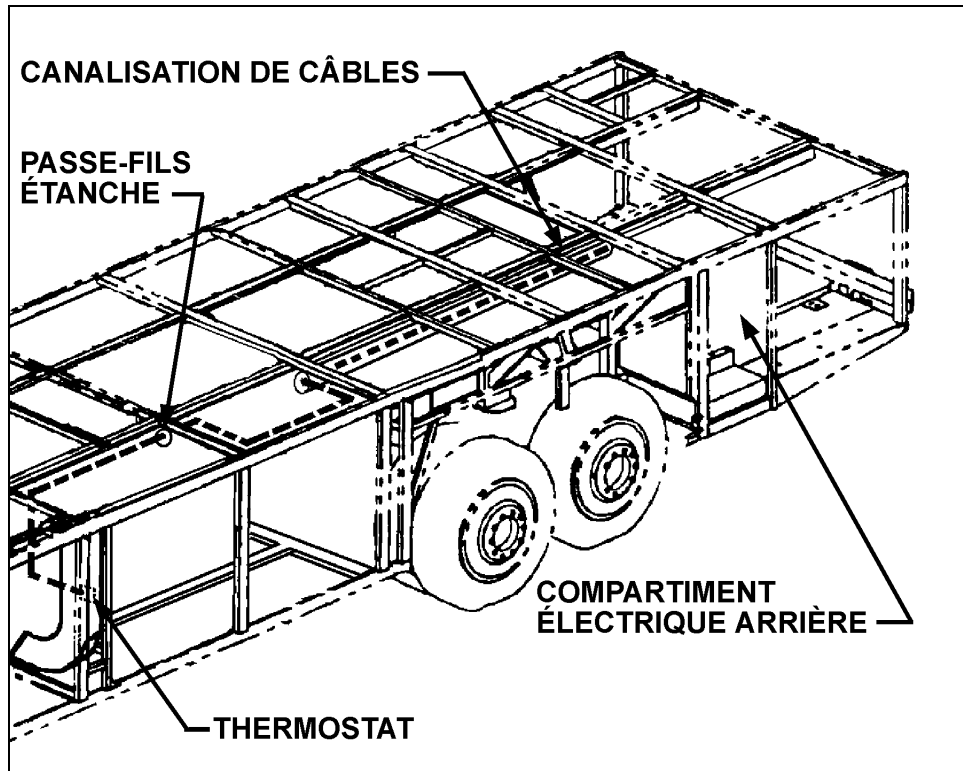

FIGURE 9 : CHEMINEMENT DU CÂBLAGE 064750
3. À partir du compartiment électrique arrière, passer le câblage (Prévost #064750) dans le passe-fils étanche puis dans la canalisation de câbles située au-dessus du passage de roues (voir fig. 9). Fixer le câblage dans le compartiment à bagages, passer le câblage dans le passe-fils étanche puis acheminer le câblage dans le compartiment de chauffage et de climatisation jusqu'au thermostat. Débrancher le connecteur du thermostat, brancher le connecteur C151 du câblage au connecteur qui était installé sur le thermostat, brancher le connecteur C550 du câblage au thermostat. Fixer tout le câblage avec des attaches de nylon.